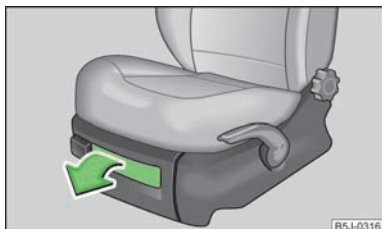

Abb. 68
- › Zum Öffnen der Klappe den Griff ziehen » Abb. 68.